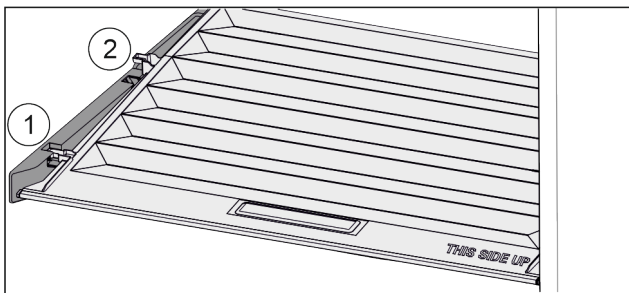

Fig. 142
- ▶ Deksel tot de opening in de vasthouddelen naar voren trekken Fig. 142 (1).
- ▶ Aan de achterkant vanaf de onderkant omhoog tillen en vanaf de bovenkant verwijderen Fig. 142 (2).